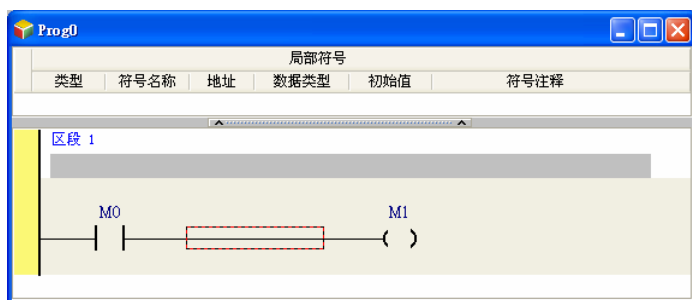

图 6-23 PLC 程序
- 步骤 9. 设计联机的 PLC 程序并下载，PLC 编程软件操作方式请参阅 ISPSOFT 使用手册。此范例设计为 M1 随 M0 的状态改变，如图 6-23。另外需要设置 PLC 的通讯格式与站号，相关的设置寄存器请参阅 PLC 各机种操作手册。